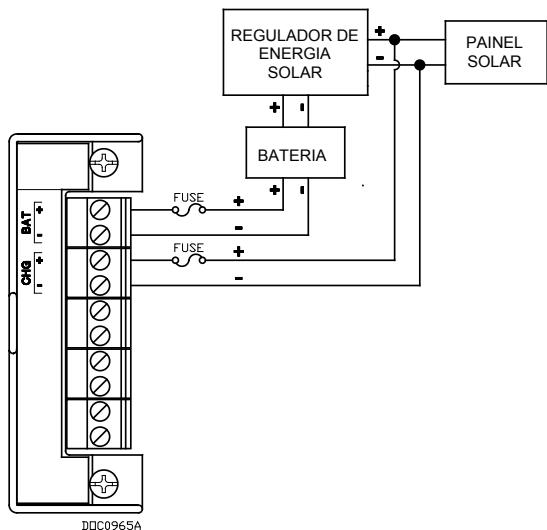

Figura 6. Fonte de alimentação 12 Vcc e cabeamento CHG+ / CHG-
- Se você estiver monitorando uma voltagem de carga externa (Módulo de entrada de alimentação de 12 Vcc), conecte o conector do bloco de terminais CHG+ e CHG-. Consulte a *Figura 6*.